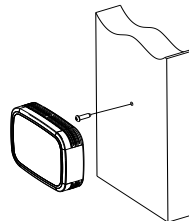
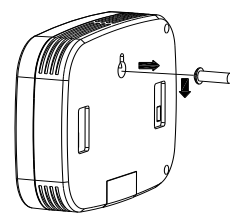

图 7
图 8
2.简易挂墙安装：如下图 7，在安装平面上钻一个安装孔，将螺丝锁于过孔内，注意螺帽要高于墙面至少 1-2mm，如下图 8，